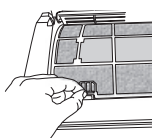

Fig. 3
2. Pressione ligeiramente a trava do filtro de ar (fig. 3), para que este se desencaixe.